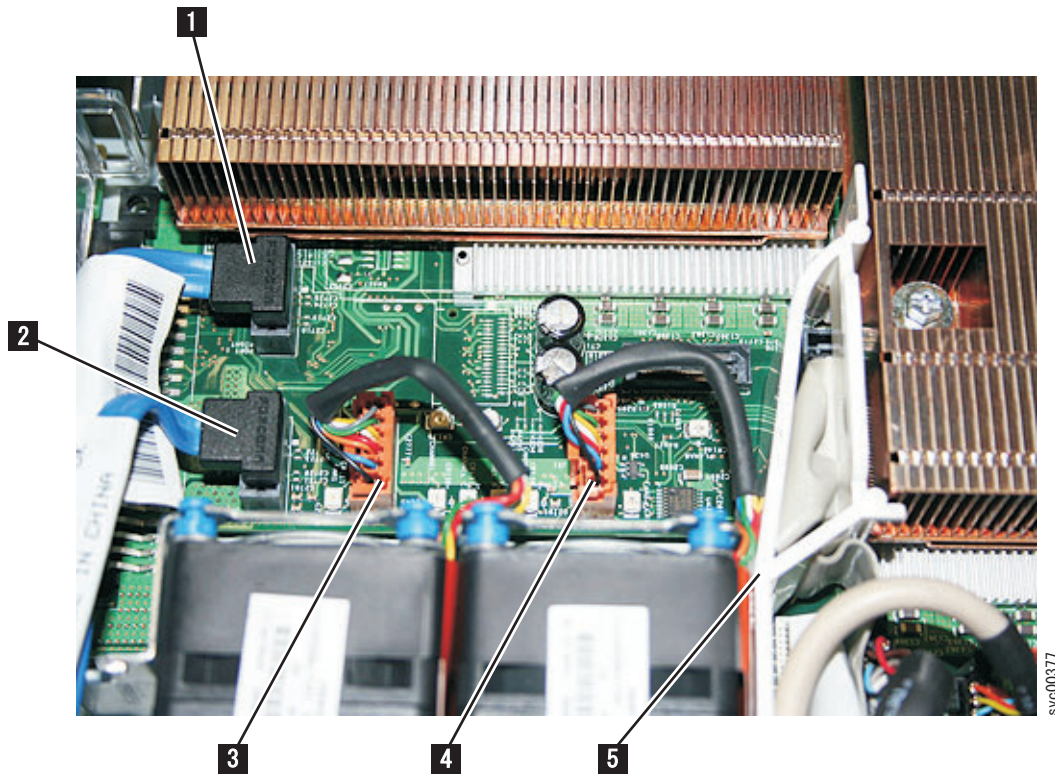

図 281. SAN ボリューム・コントローラー 2145-8G4 システム・ボードのコンネクター
6. システム・ボードから最初のケーブル・セットを切り離します (319 ページの図 281 を参照)。システム・ボードの前面左側から、以下を取り外します。